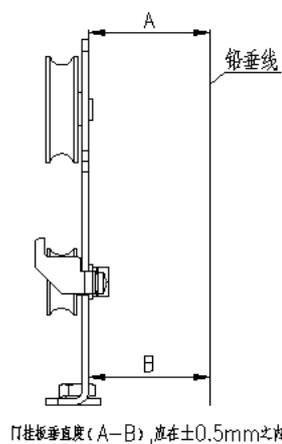

图 11
- ① 将厅门板连接到挂板上，拧紧螺栓。安装是请注意区分左快厅门板组件（有缓冲撞钉），其余 3 块门板相同。
- ② 调整挂板的垂直度，如果挂板倾斜，可在挂板与门板连接处插入塞片，挂板垂直度要求是上下偏差 $\leq 0.5\text{mm}$ 。见图 11